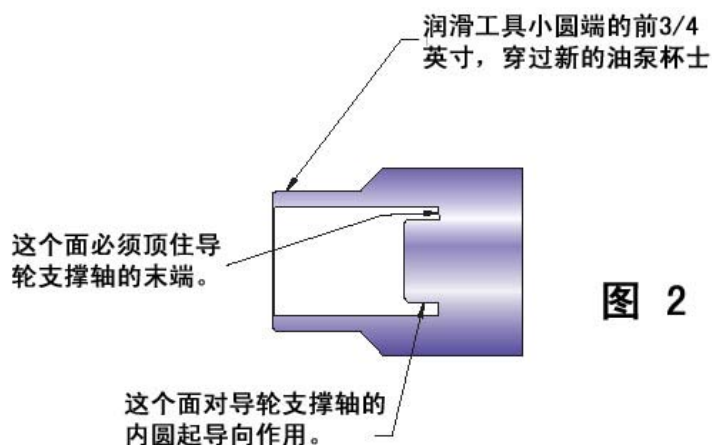

图 2
3. 将调准工具放在导轮支撑轴上。使用扭动手法, 小心地将工具的小圆柱端滑动穿过新的杯士。同时, 导轮支撑轴的外圆必须能围绕调整工具内侧的突出圆柱来滑动 (见图 2)。